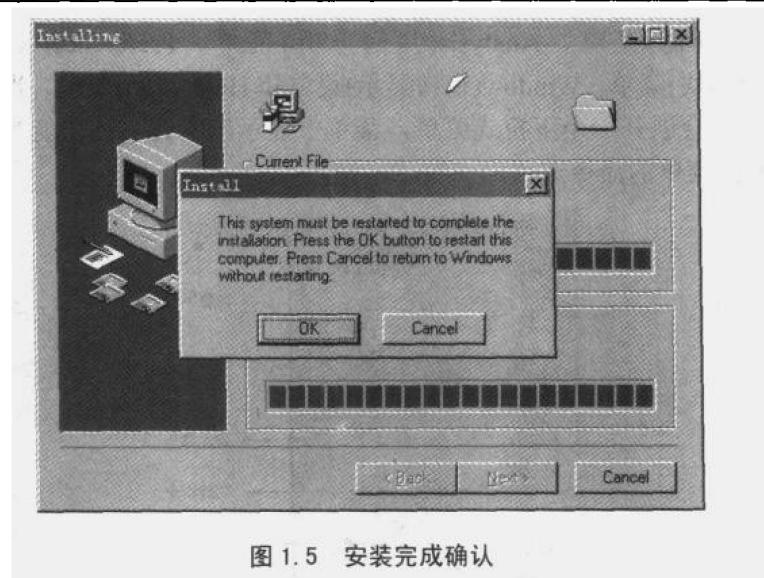

图 1.5 安装完成确认
- (4) 接下来出现安装前确认对话框，单击对话框的 **Next >** 按钮以后会出现正在安装对话框，安装完成后会出现如图 1.5 所示的对话框，提示需要重新启动计算机。单击 **Finish** 按钮即可。